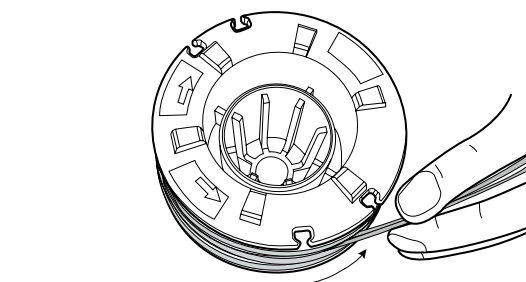

Fig. 16
5. Envuelva la línea uniforme y firmemente alrededor de la bobina (Fig. 16).